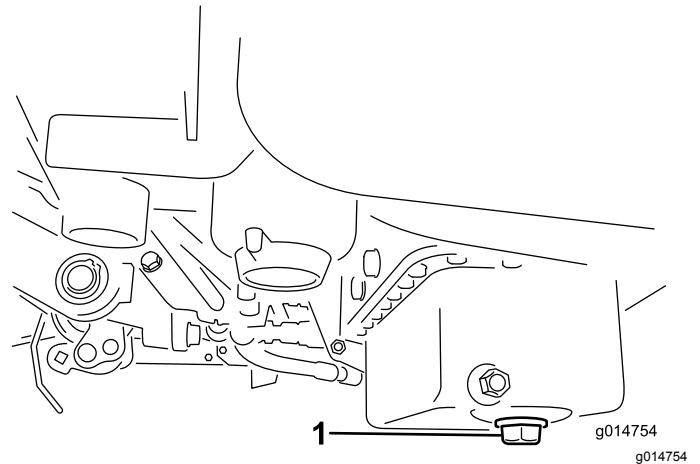

图40
1. 拆下排油塞、让油流入放油盘。油不再流时、安装排油塞图40。